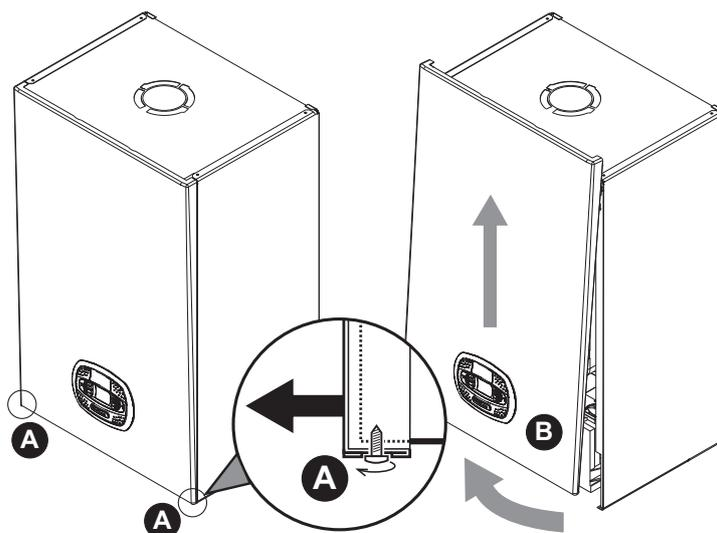

fig. 31- Ouverture du panneau avant
- S'assurer que la vanne à gaz est bien réglée pour le gaz à utiliser (voir *** '- Position THROTTLE et définition du paramètre' on page 72 *** et fig. 31 à la page 73 du cap. 3.1 "Réglages").
1. Dévisser partiellement les vis **A** (voir fig. 31).